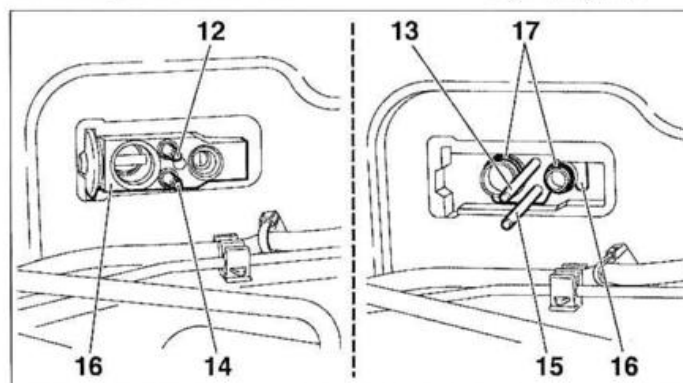

FIG. 24
- Desmontar el espárrago (12) con un casquillo Torx (Facom RTX4) (fig. 24).
- Insertar en su lugar una varilla roscada (13) de $\varnothing 5$ mm x L 60 mm.
- Desmontar el espárrago (14) con un casquillo Torx (Facom RTX4).
- Insertar en su lugar una varilla roscada (15).
- Desmontar la válvula de expansión (16) y las juntas tóricas (17).